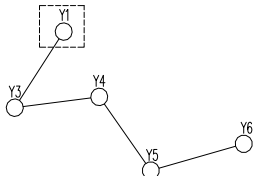

图 6-97 绘制结果
**03** 假如在命令行提示“是否自动更新？”时输入 N，则只对所选定的井编号执行减一操作，结果如图 6-97 所示。